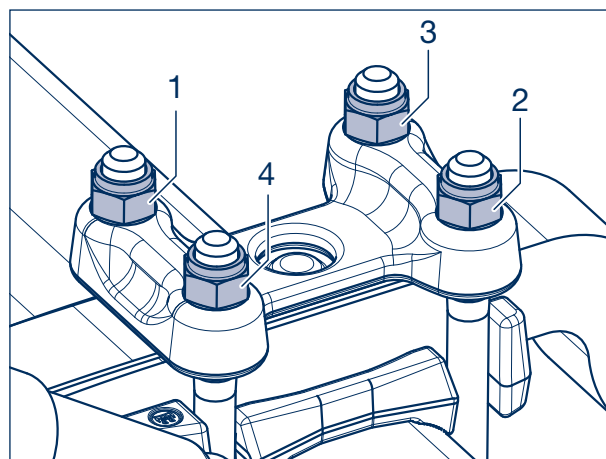

Figura 18
- ! [28] Utilizzando una chiave dinamometrica, serrare i dadi (1057, SW 32) (1330, SW 36) diagonalmente nella sequenza 1-2-3-4 (vedi figura 18).